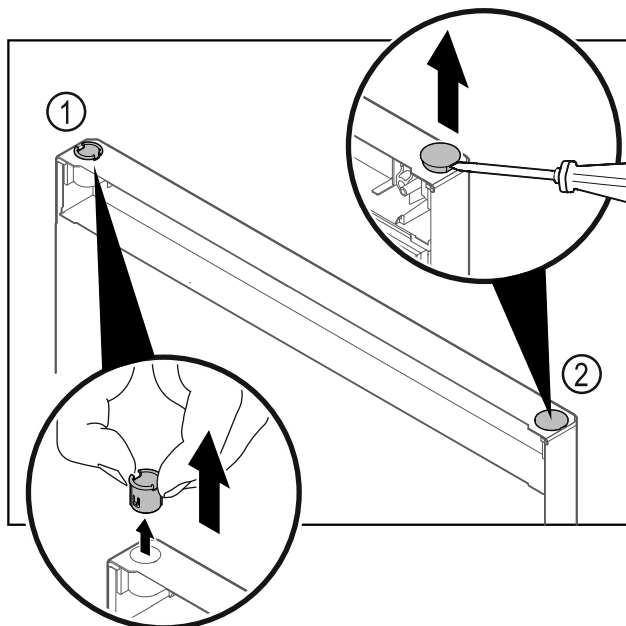

Fig. 31
- Tõmmake šarniiripuks Fig. 31 (1) sõrmedega välja.
- Tõstke katekork Fig. 31 (2) ettevaatlikult lapikkruvikeerajaga üles ja tõmmake välja.